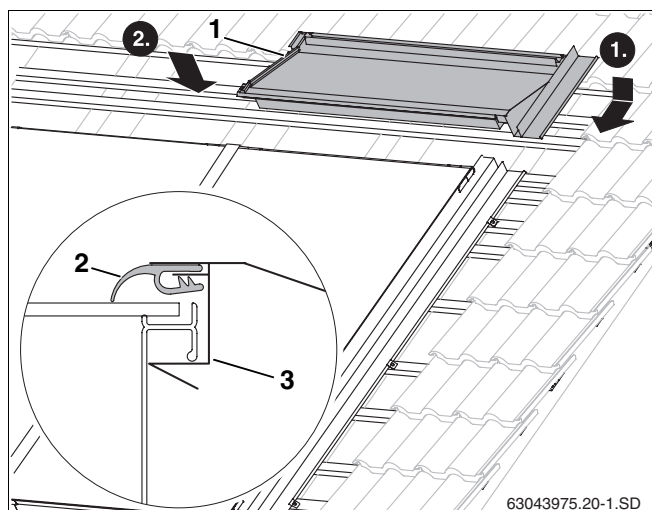

Fig. 54 Chapa protectora superior derecha
- ▶ Introduzca la chapa protectora superior derecha (fig. 54, **pos. 1**) en la chapa protectora lateral derecha.
- ▶ Haciendo presión en la parte superior de la chapa protectora, encaja por debajo de la empuñadura del marco del colector (fig. 54, **pos. 3**).
- ▶ Coloque la falda de goma del colector de escape (fig. 54, **pos. 2**) en la parte superior del mismo y tire de ella hacia adelante.